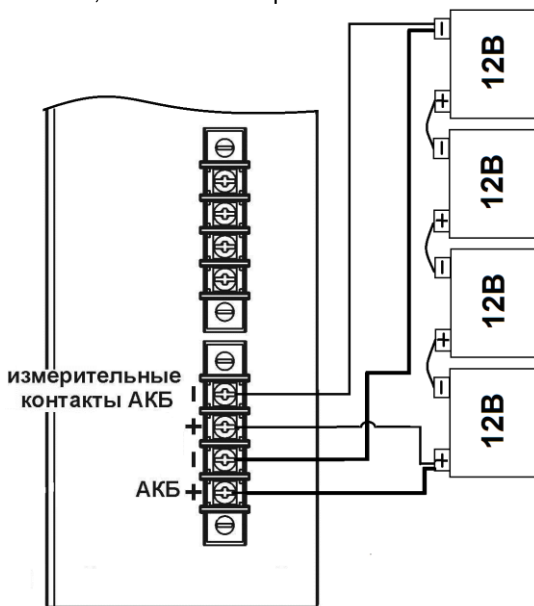

Рисунок 5 – Подключение АКБ в батарею
- подключить, соблюдая полярность, внешнюю АКБ состоящую из четырех батарей соединённых последовательно к изделию (см. рисунок 5):